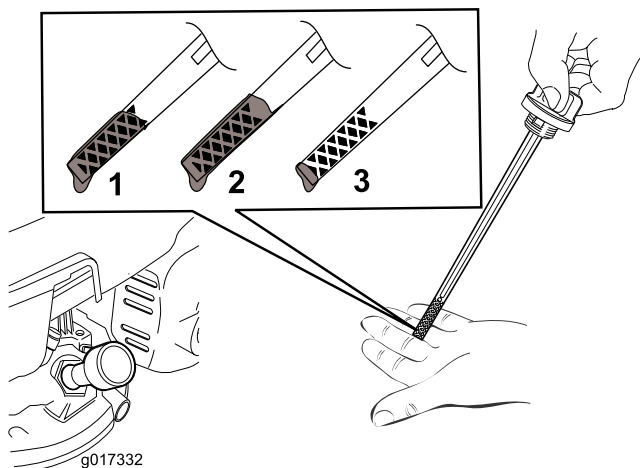
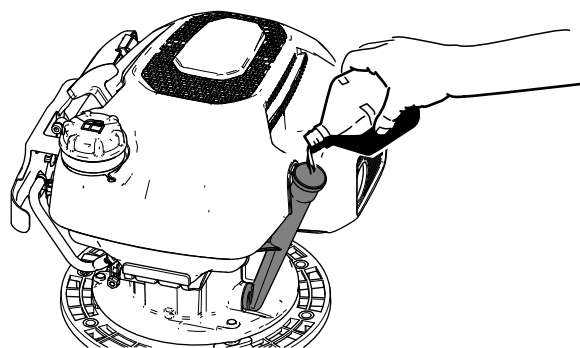

Figura 34
Figura 35
5. Se o nível de óleo estiver próximo ou abaixo da marca do limite inferior da vareta (Figura 34), despeje lentamente o óleo do motor especificado no tubo de enchimento de óleo (Figura 35) e aguarde 3 minutos.
5. Alinhe um recipiente de drenagem junto à plataforma no lado do tubo de enchimento de óleo da máquina e no chão (Figura 35).
1. Verta lentamente o óleo do motor especificado para o tubo de enchimento de óleo (Figura 35) e aguarde 3 minutos.